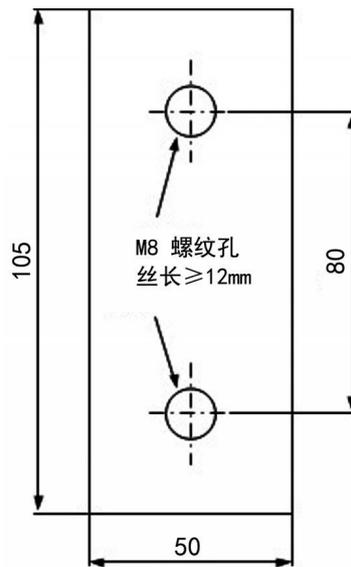
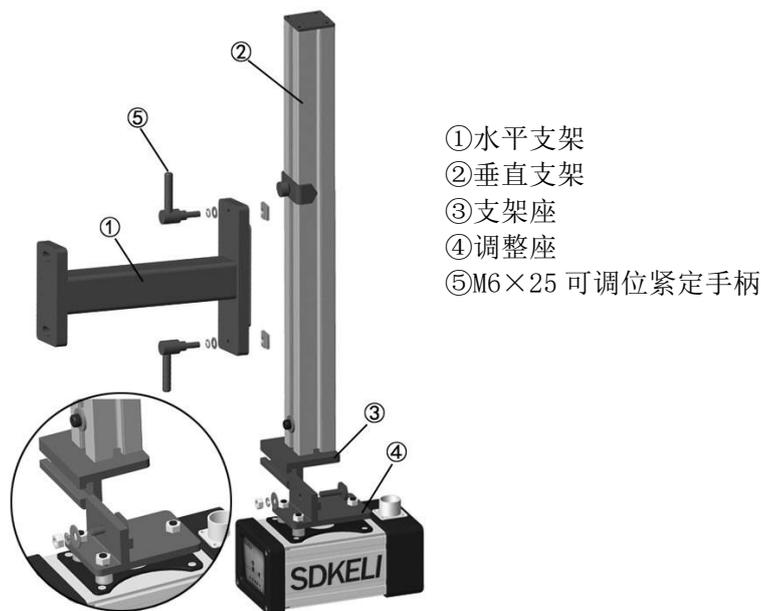

图 3.11 安装固定孔尺寸
图 3.12 线性支架安装示意图
1) 在折弯机滑块两侧选择合适位置，按照图 3.11 所示尺寸钻孔攻丝，使用 M8×25 内六角圆柱头螺钉（配弹、平垫），将水平支架①与折弯机固定。
2) 使用 M6×25 可调位紧定手柄⑤（配弹垫）通过与垂直支架②型材槽内的预置螺母固定，实现水平支架与垂直支架的连接。
3) 将垂直支架支架座③和传感器上的调整座④通过 M6 的 T 型螺栓和六角螺母（配弹、平垫）固定，实现传感器与垂直支架的连接，参见图 3.12。
2) 通过可调位紧定手柄②（配弹垫）与调节块、限位块配合使用，固定于垂直支架③导轨槽内，实现导轨支架上下滑动后的位置固定。
3) 使用 M6×20 内六角圆柱头螺钉（配弹垫）与垂直支架③上的滑块固定，实现水平支架与垂直支架的连接。
4) 将垂直支架支架座④和传感器上的调整座⑤通过 M6 的 T 型螺栓和六角螺母（配弹、平垫）固定，实现传感器与垂直支架的连接。